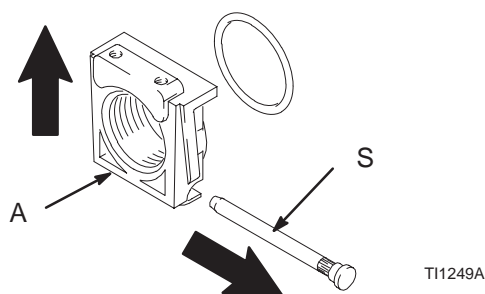

Fig. 1
Öppna rörportinsatsen (A) genom att ta bort insatsstiftet (S) och dra upp insatsen i riktning från stifthålet. Sätt i ny insats och sätt tillbaka stiftet. Fig.1.